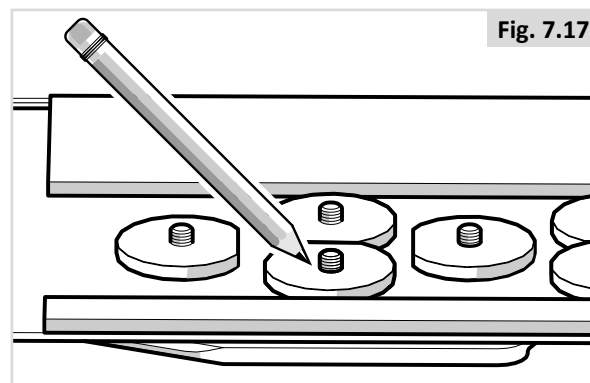

Fig. 7.17
- Tracez sur les vis la longueur qui dépasse (Fig. 7.17).